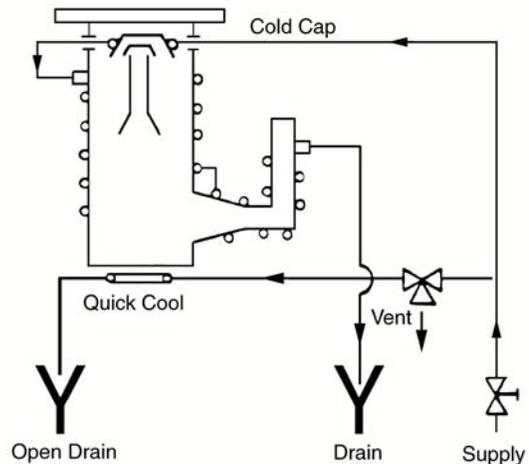

Figura 10 Conexiones del agua de refrigeración
1. Conecte el serpentín de refrigeración del tapón de enfriamiento y toda la refrigeración del cuerpo y de la línea frontal en serie, *excepto el serpentín de enfriamiento rápido* (consulte el párrafo siguiente) tal y como se muestra en la Figura 10. Consulte la Tabla 4 en la página 6 para conocer el caudal de agua de refrigeración correspondiente a su tipo de bomba. Los flujos mayores no dañarán la bomba.